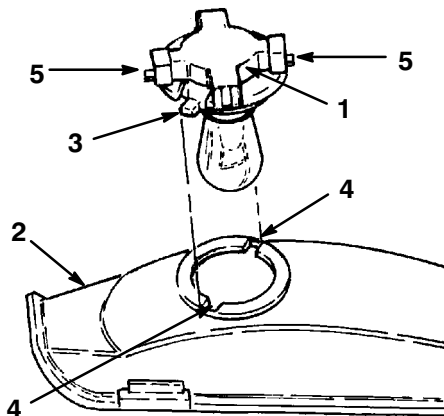

Abbildung 49
3. Die Birnenfassung um 1/4 Umdrehung im Gegenuhrzeigersinn drehen und aus dem Reflektor nehmen (Abb. 49).
2. Die Birnenfassung hat zwei Zungen (Abb. 49). Diese Zungen auf die Schlitze im Reflektor ausrichten, die Fassung in den Reflektor stecken und 1/4 Umdrehung im Uhrzeigersinn bis zum Anschlag drehen.